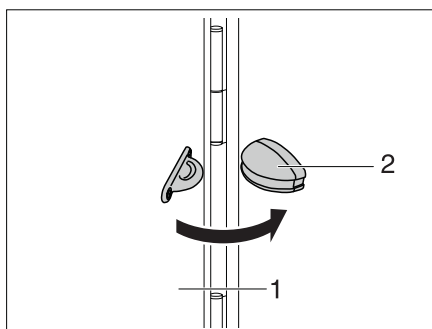

Bild 54 Spärr utvändiga luckor
- Öppna den utvändiga luckan (Bild 54,1) och fäll den mot fordonets vägg.
- Tryck in den utvändiga luckan i spärren (Bild 54,2).
- Dra den utvändiga luckan (Bild 54,1) kraftigt ur spärren (Bild 54,2).